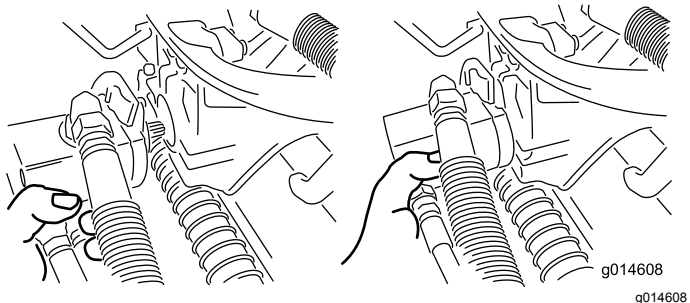

Figure 46
3. Amenez le moteur à la position de rangement sur l'avant du bras de suspension (Figure 46).